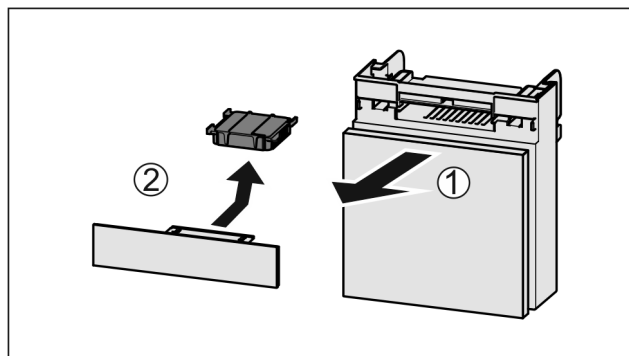

Fig. 57
- ▶ Wyciągnąć Fig. 57 (1) komorę do przodu.
- ▶ Wyjąć Fig. 57 (2) filtr z węglem aktywowanym.